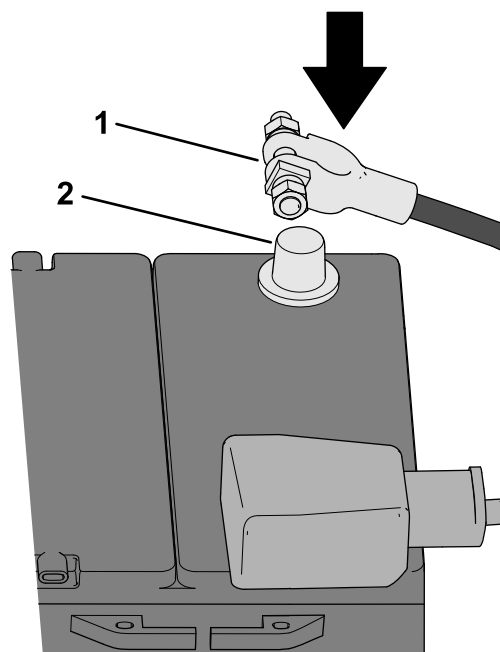

Figura 7
3. Ligue o cabo negativo (-) da bateria ao pólo da bateria (Figura 7).